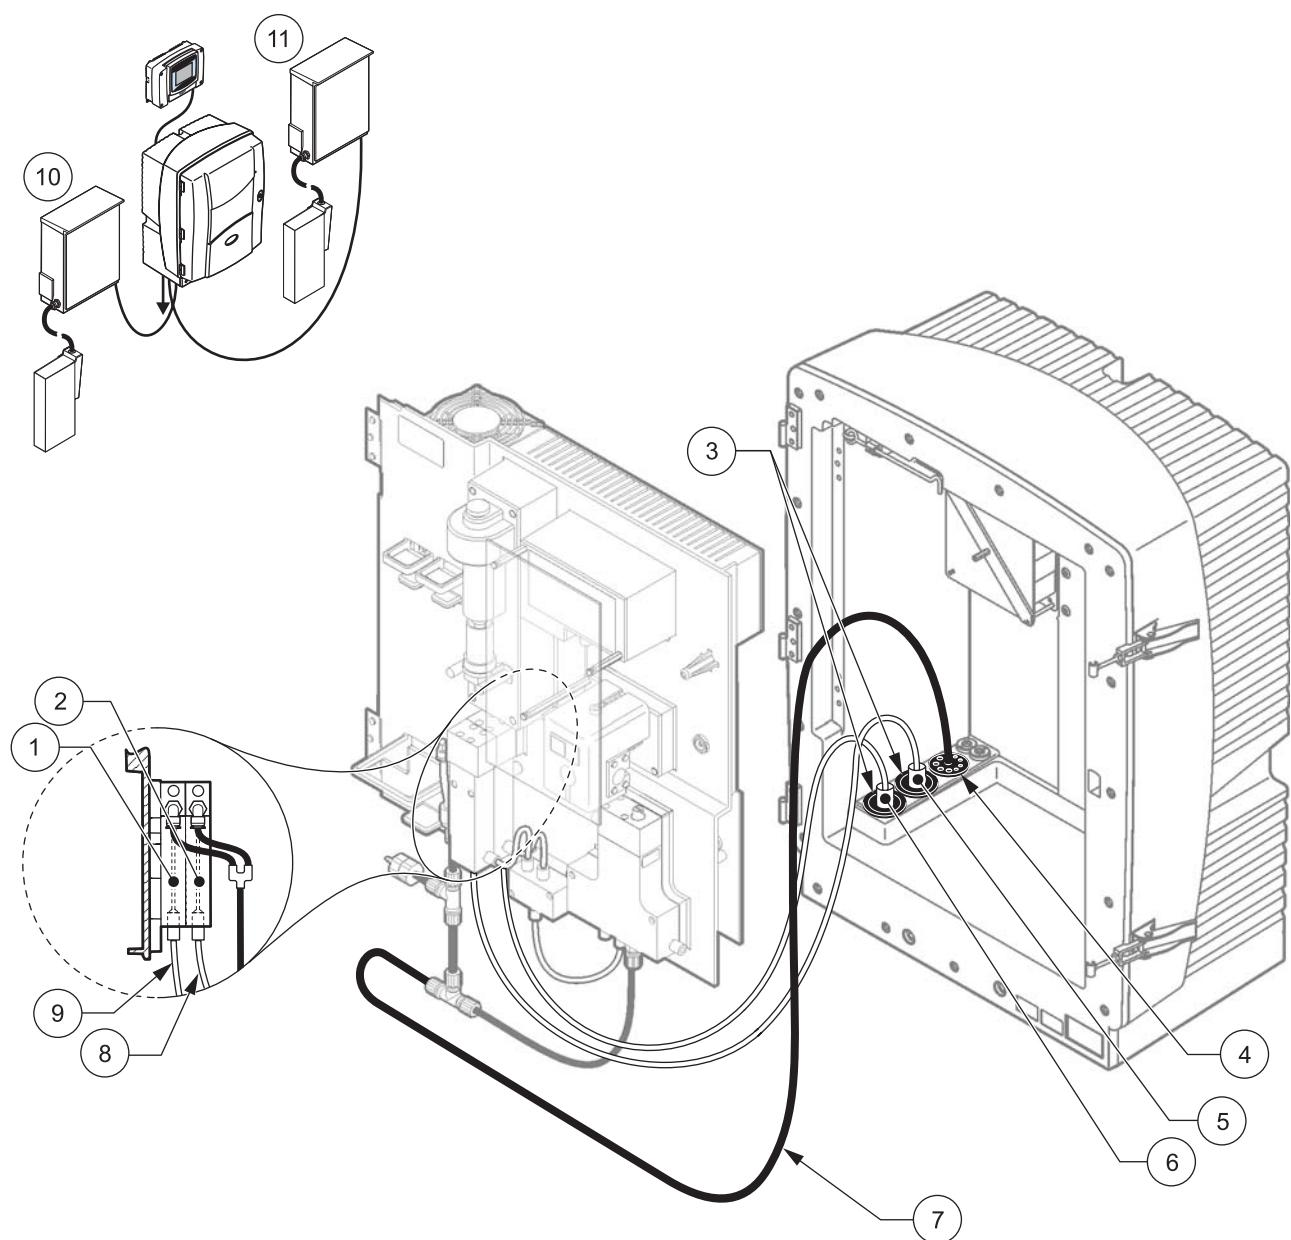

图 31 选项 9a 设置
请参考图 31 以及选项 9a 的以下说明:
2. 通过分析器从 FILTRAX 1 引出加热的软管 (图 31, 项目 6)。使用 1 号密封塞加固。